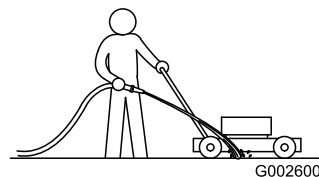

Figure 44
1. Mettez le moteur en marche lorsque la tondeuse se trouve sur une surface plane revêtue et dirigez un jet d'eau devant la roue arrière droite (Figure 44).